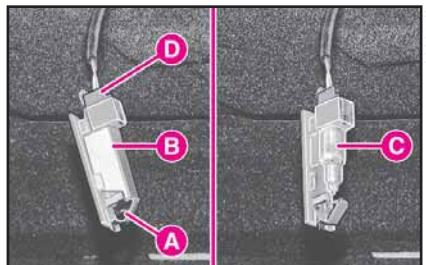

fig. 41
2) presione los dos lados de la pantalla B (fig. 41) en correspondencia a los ganchos de fijación y sáquela;